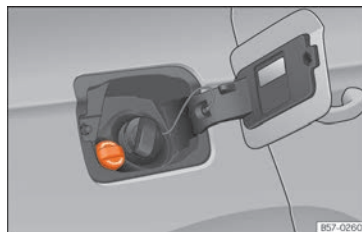

Abb. 312 Verschlussdeckel des AdBlue-Tanks
- Öffnen Sie die Tankklappe »» Abb. 312.
- Schrauben Sie die Flasche entgegen dem Uhrzeigersinn wieder heraus und ziehen Sie die Flasche vorsichtig heraus »» ❶.
- Verschlussdeckel SCR-Einfüllstutzen nach links drehen »» Abb. 312.